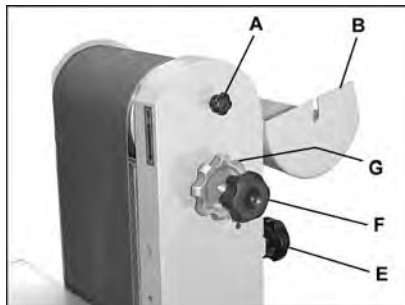

Fig 14
Lösen Sie den Klemmknopf (A, Fig 14) und öffnen Sie die Rollenabdeckung (B).
Mittels Klemmknopf (E, Fig 14) die Bandspannung lösen.
Lösen Sie die Bandlaufklemmung (G, Fig 14).
Der Bandlauf lässt sich nun mit der Feineinstellschraube (F, Fig 14) korrigieren.